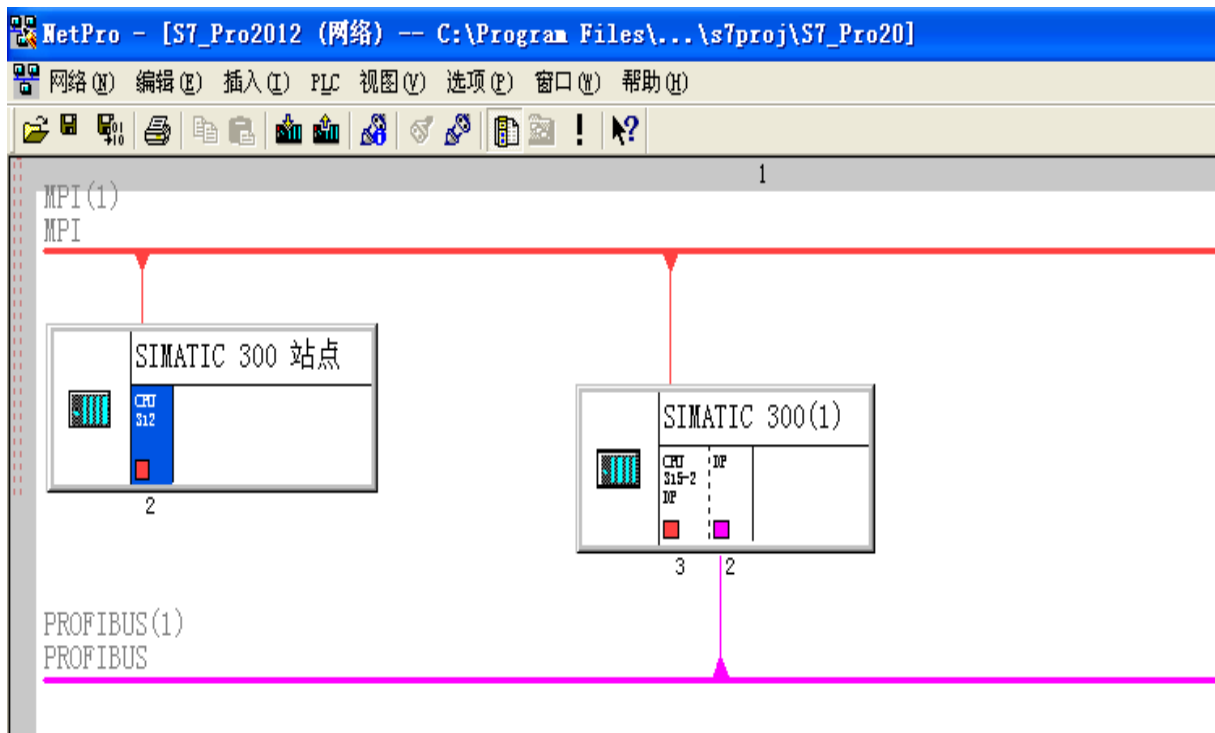

图2 站点、DP组态
(1) 新建简单PLC示例程序，建立DB块，DB1，DB2，外部输入点I0.0，I0.1，辅助继电器M0.0，M0.1，M0.2，M0.3，外部输出点Q0.0，Q0.1，Q0.2，Q0.3，数据寄存器int类型DBD0，DBD1，Dint类型DBDn0，DBDn1，REAL类型DBDnF0，DBDnF1。具体说明如图2、图3所示：